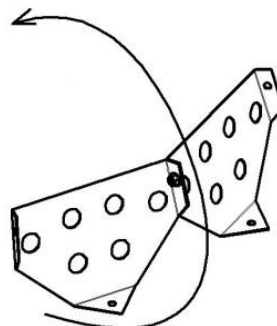

Рис. 16
3.10. Преодолевая усилие пружины (19), оттянуть фиксатор (11) вниз и повернуть емкость на удобный угол. Прикрепить лопасти (8) к емкости нижней (2) и к емкости верхней (9), с помощью болтов (22), шайб (17) и гаек (37), при этом, шайбы установить с наружной стороны ёмкостей.
Возможна комплектация бетономесителя сборными лопастями (рис. 16). В этом случае необходимо две полу-лопасти скрепить между собой болтом М8х12 и гайкой (37). После установить в бетономеситель по направлению вращения ёмкости (указано на рис. 16 стрелкой) с помощью болтов (22), шайб (17) и гаек (37).